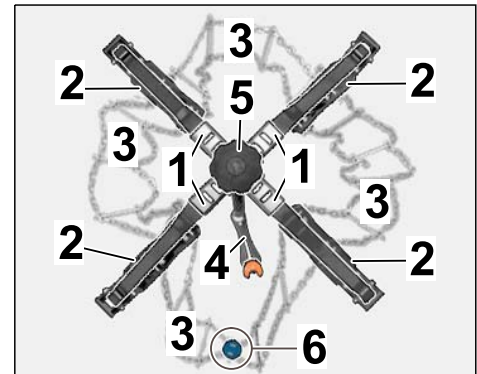

Bild 6
2.2.1 Federstahlarme mit Kunststoffpratzen der Schneekette öffnen und Kettennetz sortieren (⇒ Bild 6).